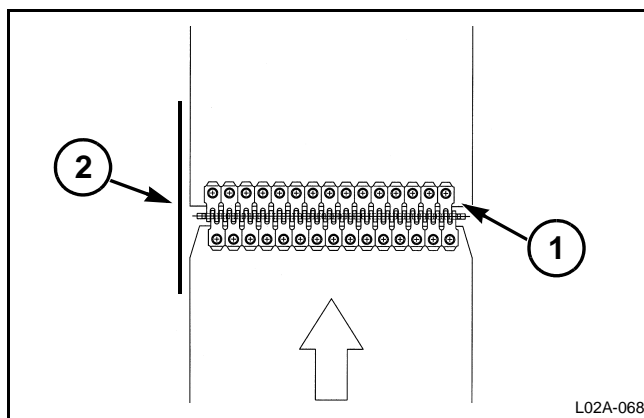

FIG. 42
FIG. 42: Alinee el entrelazado e instale una grapa (1) para unir ambos extremos. Consulte el apartado Reemplazo de la correa de formación de fardos en esta sección para obtener más información sobre cómo unir los extremos de las correas. Los bordes de las correas deben alinearse (2).